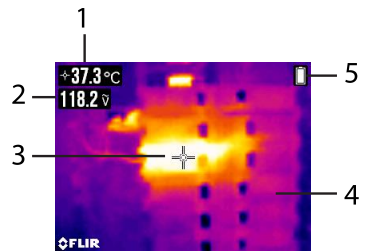

Fig. 7-1 Eksempel på IGM-skærm
Tryk på IGM-knappen for at åbne det termografiske kamera. I Fig 7-1 er meteret indstillet til farvepaletten JERN. Tryk kortvarigt på knappen Palet/Emissivitet  for at vælge andre farver.
7.1.1 Beskrivelse af termografiskærm (se Fig. 7-1 for at få vist listen nedenfor)